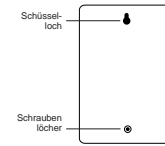

ABB. 19: Rückseite des Steuergerätekastens
- Schieben Sie die schlüsellochartige Öffnung an der Rückseite des Steuergerätekastens auf die vorstehende Schraube [siehe Abb. 19].